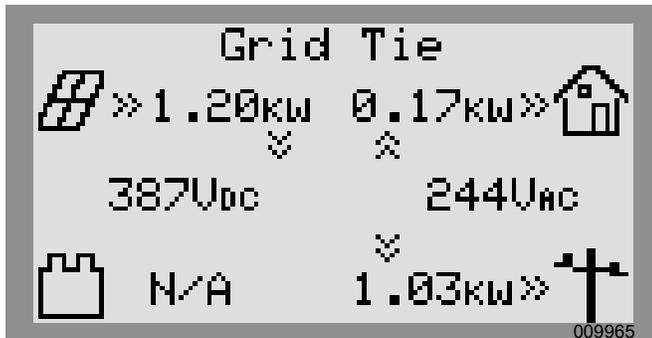

Figura 6-2. Selección de modos de funcionamiento (1 de 4)
1. Consulte la Figura 6-2. Mientras ve la pantalla de inicio, presione el botón central.